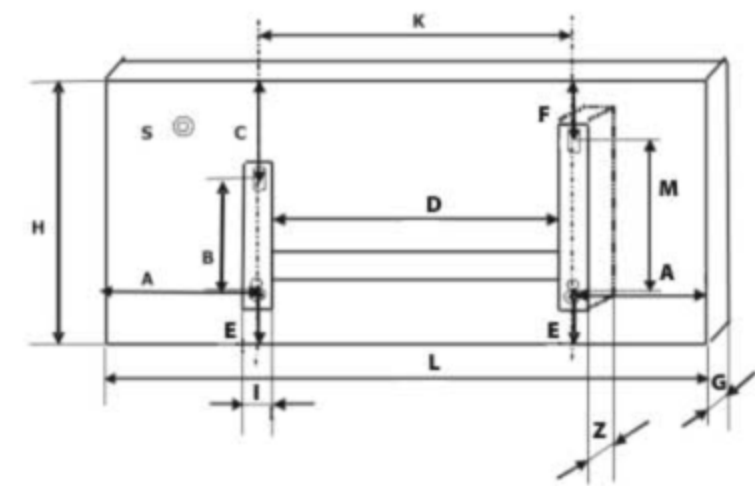

Рис. 2
Габаритные размеры конвектора согласно рис. 2 приведены в таблице 2
Установочные размеры конвектора согласно рис. 2 приведены в таблице 3.
- В соответствии с рис. 2, 4 и таблицами 2, 3 определите место установки конвектора с соблюдением минимальных расстояний от предметов и минимального расстояния от пола.